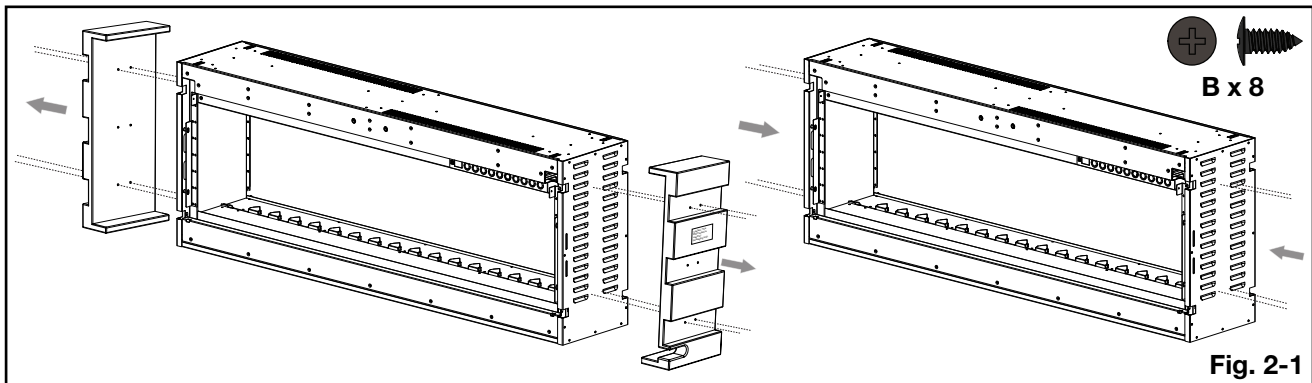

Fig. 2-1
- E. Retirez les 2 panneaux MDF de l'appareil en retirant les vis. Jetez les deux panneaux MDF. Utilisez 4 nouvelle vis (fournies) sur chaque côté afin de couvrir les trous des vis des panneaux MDF (**Fig. 2-1**).